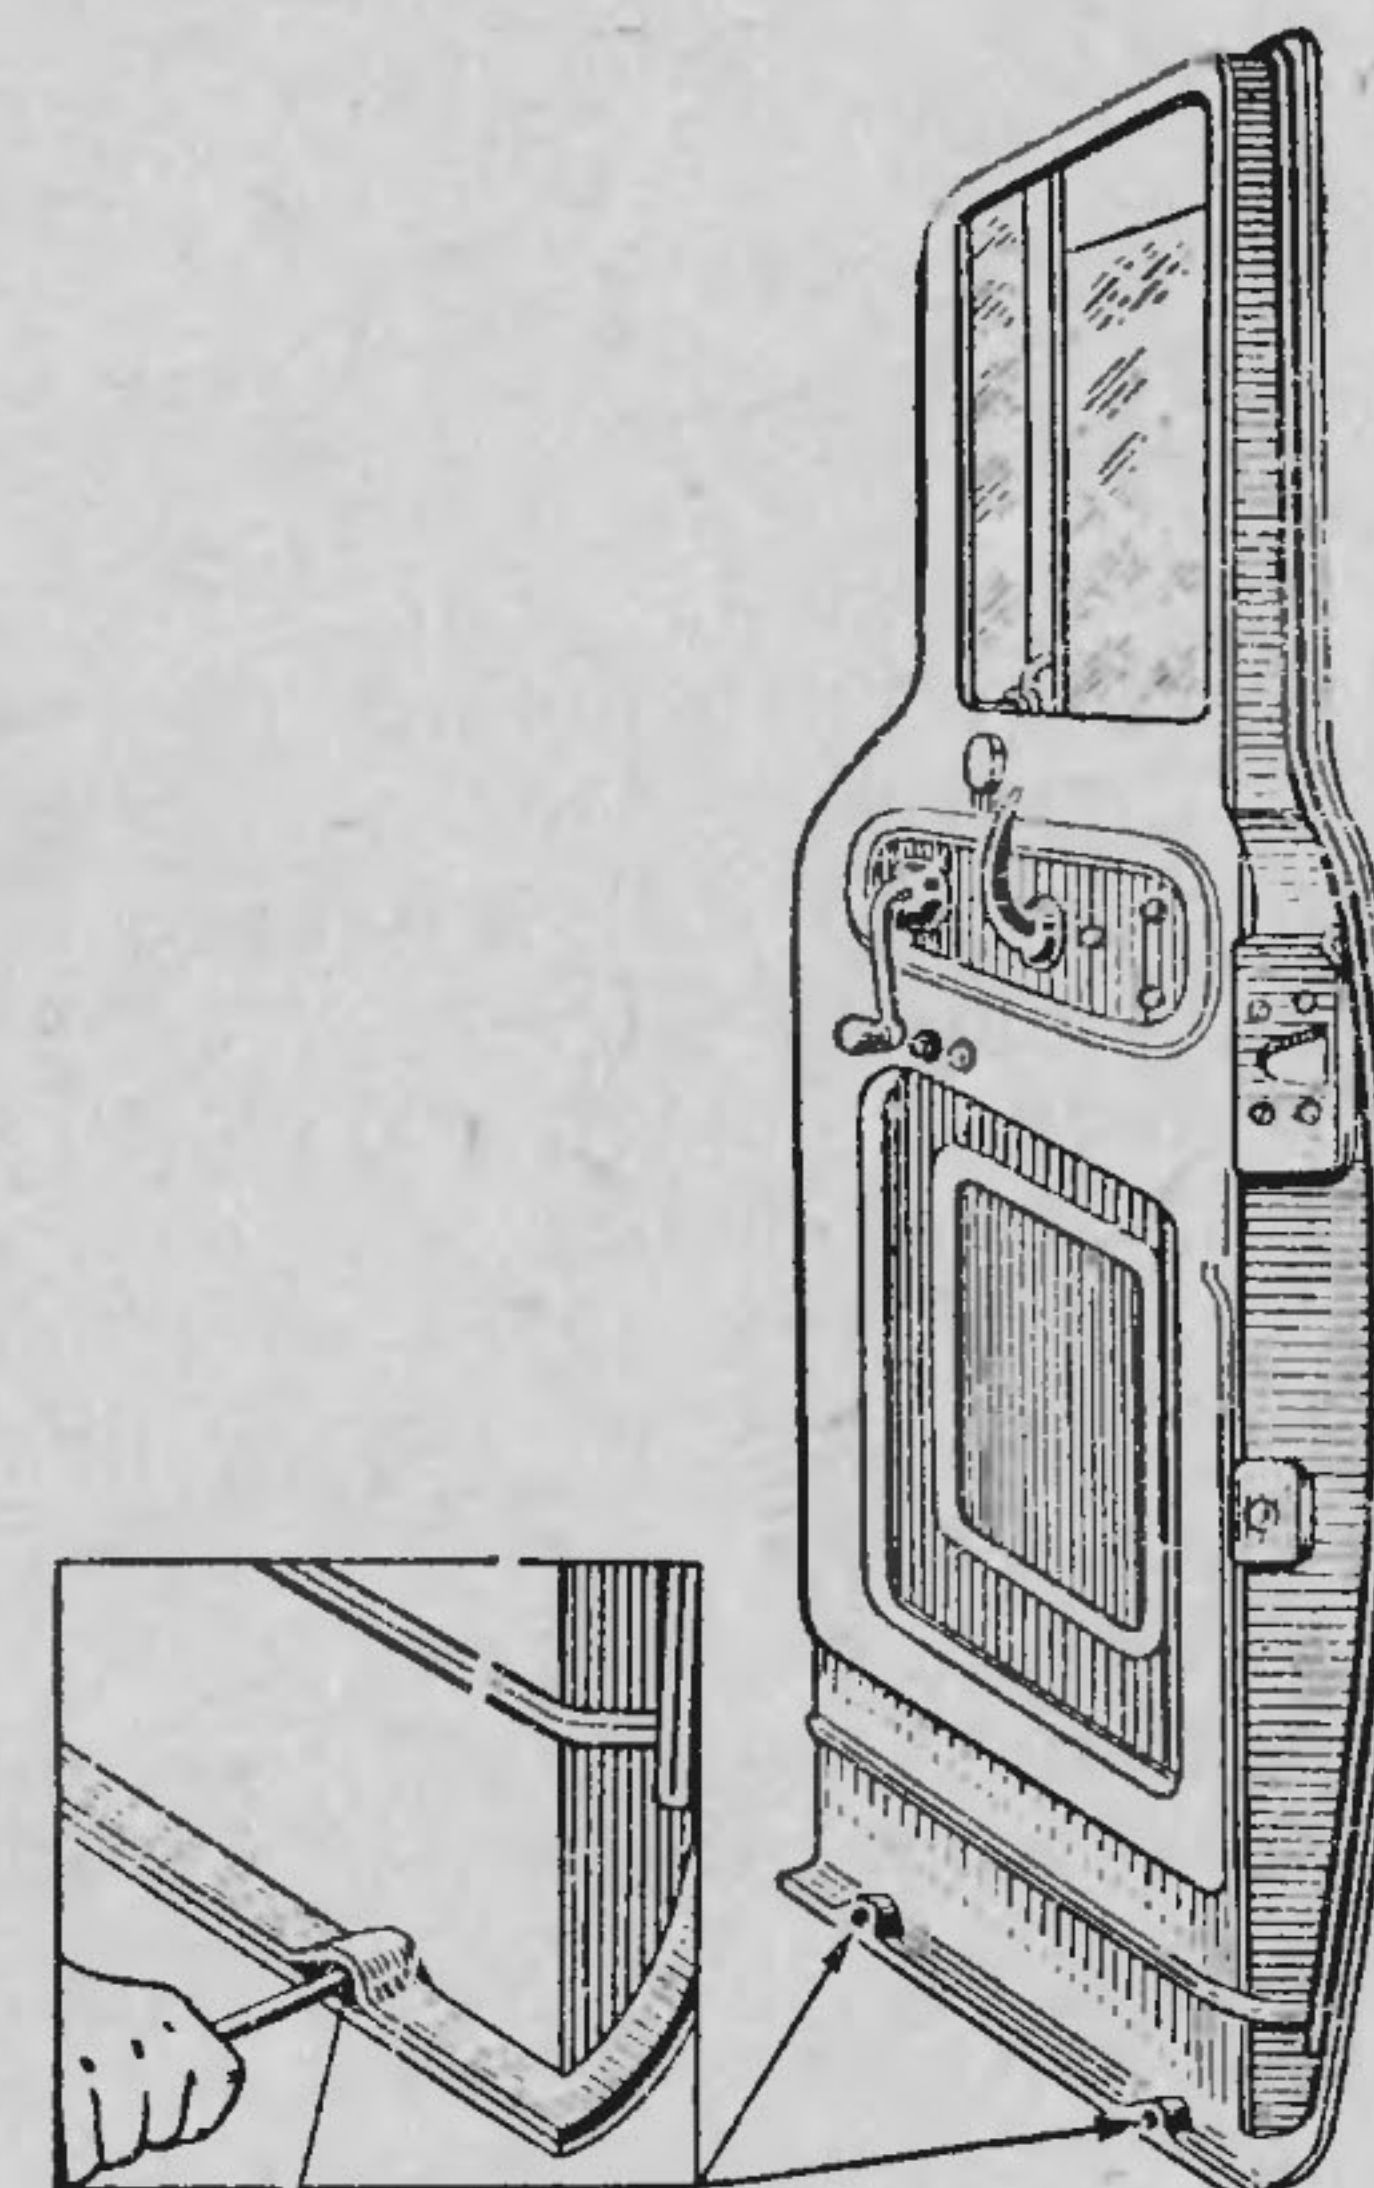

Рис. 36. Прием зачистки сливных отверстий 1 в дверях кабины
2. Прочистить сливные отверстия в дверях кабины (рис. 36).
6. Прочистить сливные отверстия в дверях кабины (рис. 36).